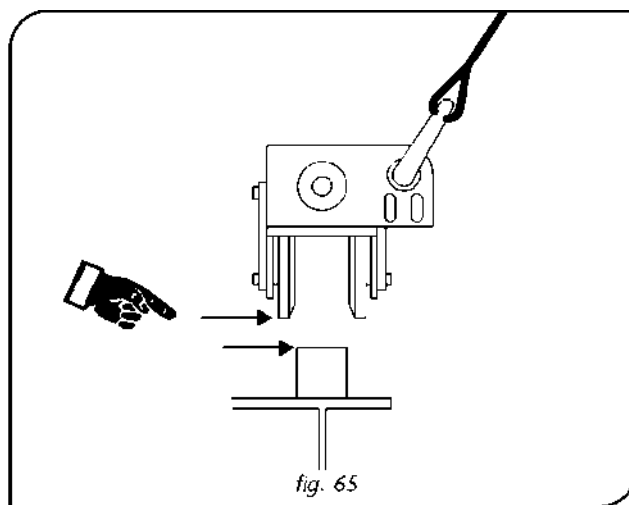

fig. 65
- Powoli podnosić zespół wózek/wciągarka aż dolna linia kół znajduje się nad torami suwnymi wózka (rys. 65)